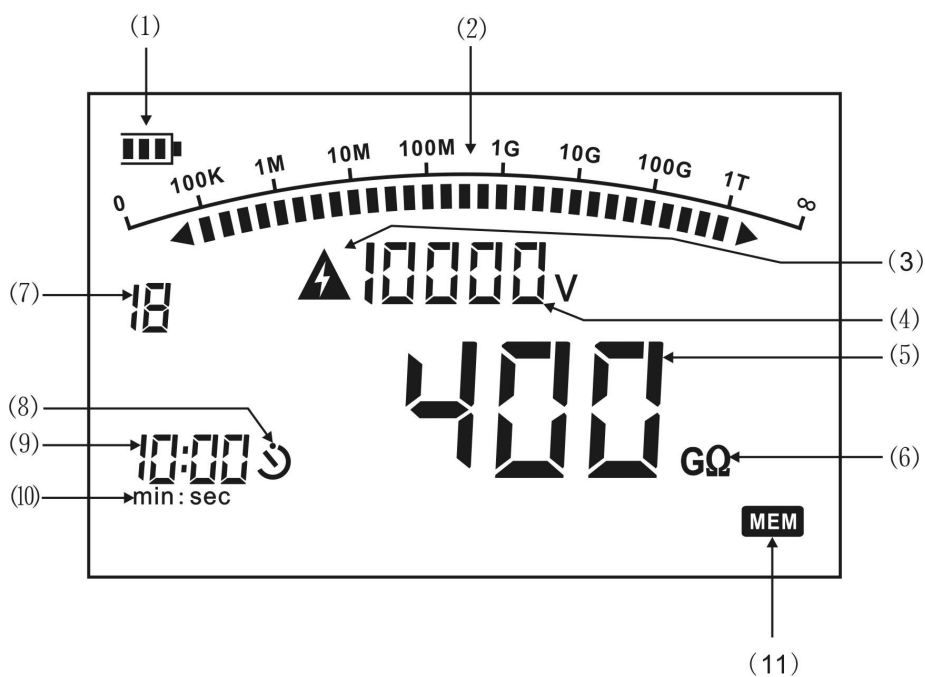

图2: 液晶显示内容
| (4) | 液晶显示屏 | 用来显示测试结果 (详见图 2 及表 3) |